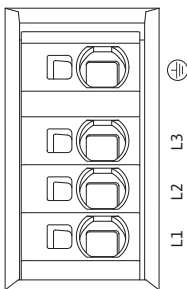

Fig. 30: Zaciski mocy (zaciski przyłącza sieciowego)
- Zaciski mocy (zaciski przyłącza sieciowego) (Fig. 30)